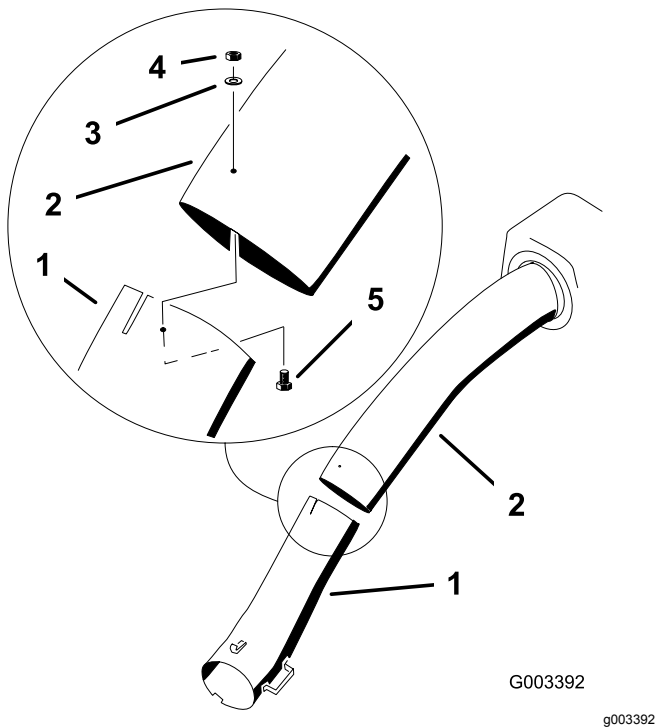

Figura 53
13. Unite il tubo superiore e inferiore con 3 bulloni (n. 10 x 3/4"), rondelle piane e dadi di bloccaggio, come illustrato nella **Figura 53**.